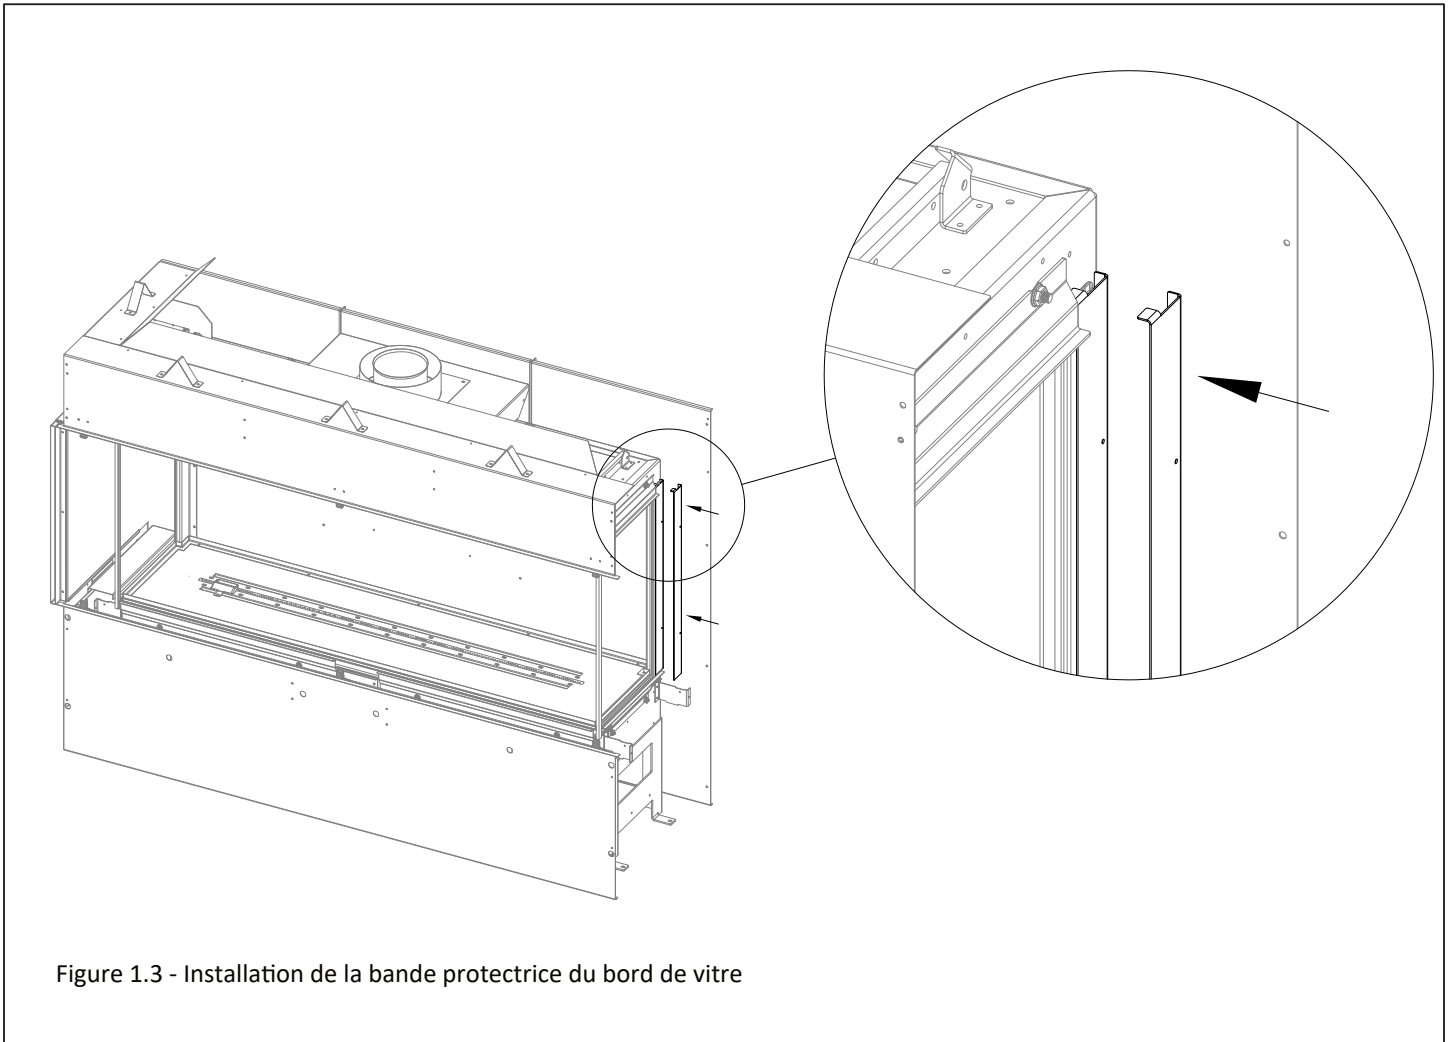

Figure 1.3 - Installation de la bande protectrice du bord de verre
Chaque kit de conversion inclut (1) bande protectrice du bord de verre. La Figure 1.3 montre l'installation de cette bande protectrice pour une installation en coin du côté droit. Cette bande donne un fini soigné au bord arrière de la vitre.